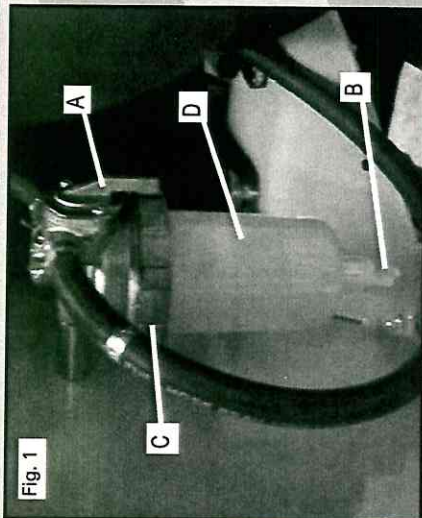

Fig. 1
- Atornille el anillo de retención (Fig. 1 (C)) en la dirección contraria de las agujas del reloj y desmonte el cuerpo (Fig. 1 (D)). Reserve el anillo aparte.
- Limpie la zona de alrededor del tapón de vaciado (Fig. 1 + 3 (A)) y tapón de llenado (Fig. 2 (A + B)).